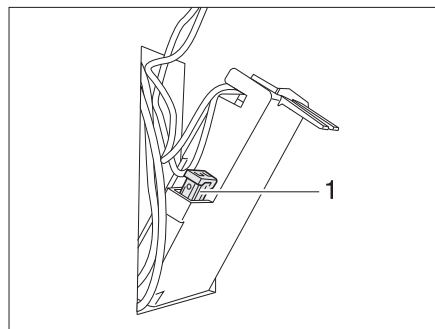

Fig. 204 Fusible des toilettes Thetford
- Changer le fusible (Fig. 204,1).